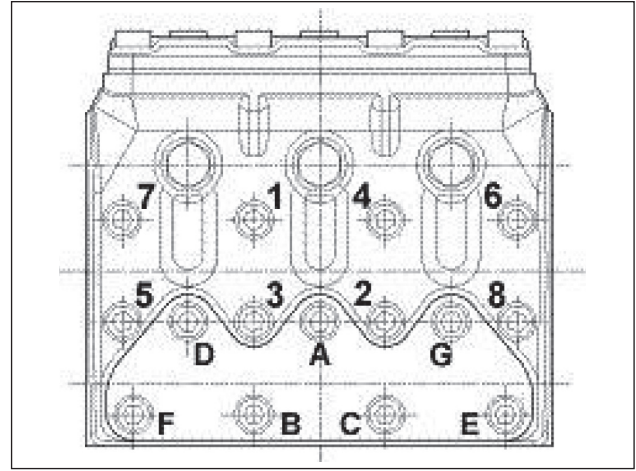

Abb. 24
- ** Die Befestigungsschrauben des Kopfes mit einem Drehmomentschlüssel und durch Schmieren des Gewindeschäfts gemäß der Reihenfolge in Abb. 24 festziehen.
- *** Die Befestigungsschrauben der Ventildeckel mit einem Drehmomentschlüssel und durch Schmieren des Gewindeschäfts gemäß der Reihenfolge in Abb. 24 festziehen.